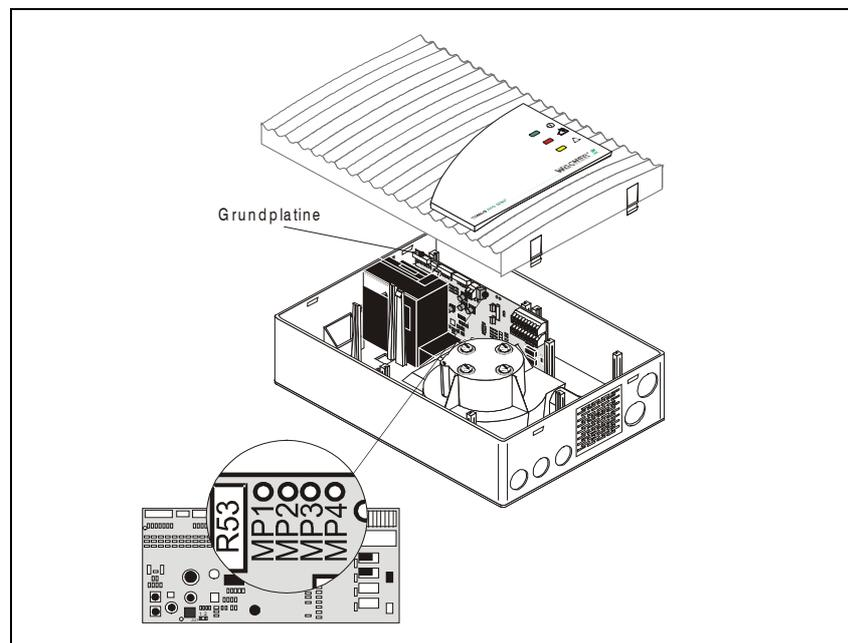

Abb. 7.2: Luftdruckabhängiger Abgleich des Luftstromsensors
4. Schließen Sie das Multimeter an die Messpunkte MP1 (+) und MP4 (-) an (siehe Abb. 7.2). Achten Sie dabei auf die Polarität. Wählen Sie beim Messgerät den "V-DC"-Bereich. Die Spannung an den Messpunkten beträgt standardmäßig 1,2 V.